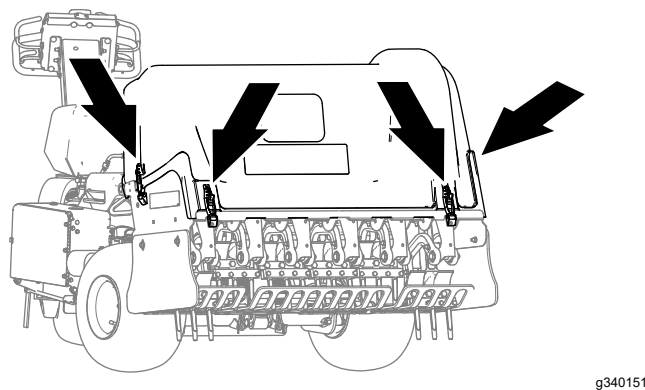

**Figura 151**
5. Ridicai capacul capului de carotaj de la maină (Figura 151).